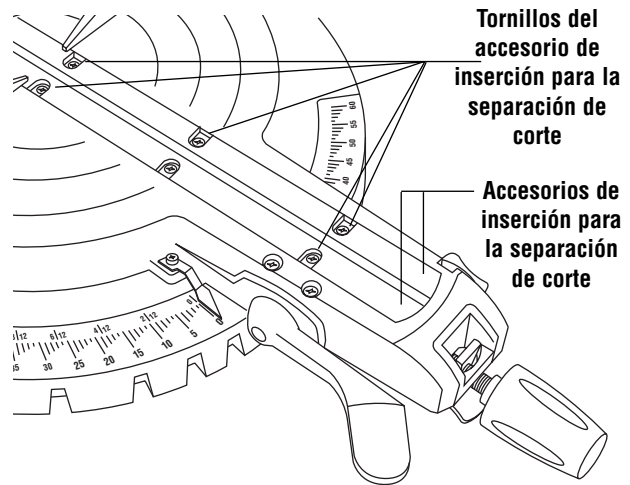

Figura 12. Accesorio de inserción para la separación de corte
2. Afloje los seis (6) tornillos del accesorio de inserción con la herramienta universal (Figura 12).